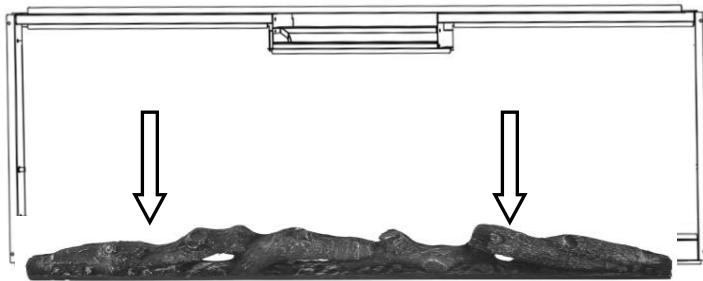

рис. 6-1. (муляж дров)
B. Извлеките набор дров (J) из упаковки, положите его в предназначеннное в камине место. **рис. 6-1.**